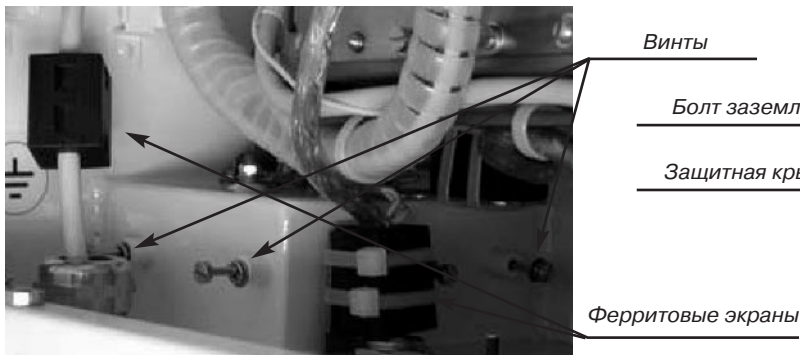

Рис. 4.16. Крепление защитной крышки
1. Открыть внутреннюю дверцу шкафа управления и открутить три винта, удерживающие защитную крышку соединительных разъемов (см. Рис. 4.16). Снять защитную крышку (см. Рис. 4.17).